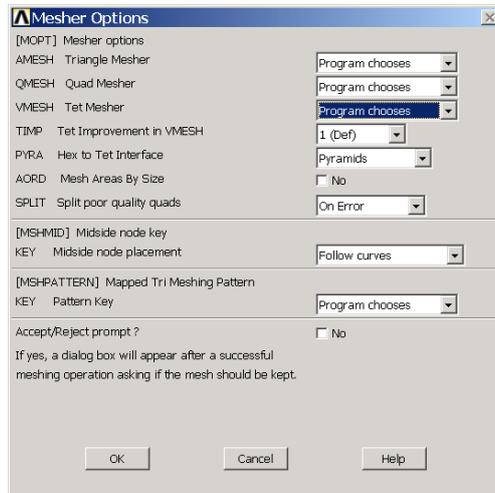

图4.42 分网器选项对话框
(1) 单击 Main Menu>Preprocessor>Meshing>Mesher Opts 菜单，弹出如图 4.42 所示的【Mesher Options】（分网器选项）对话框。